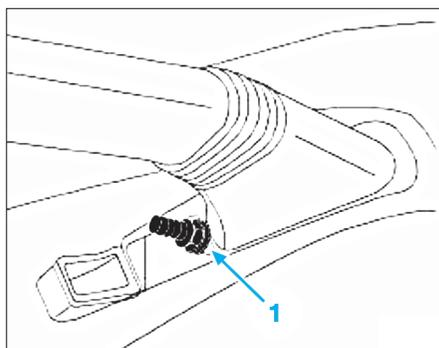

Fig. 23
- Desserrer l'écrou de réglage (1) pour détendre les câbles (Fig.23).